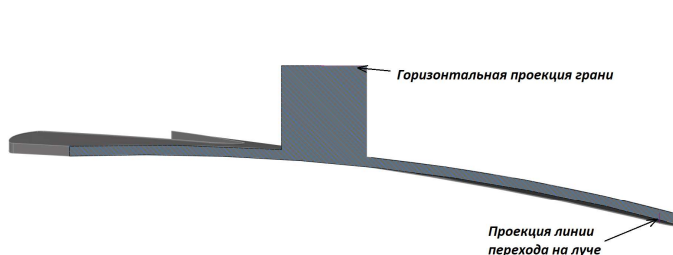

Рис. 63. Горизонтальная проекция грани бобышки
- проецируем горизонтальную грань бобышки (рис. 63).